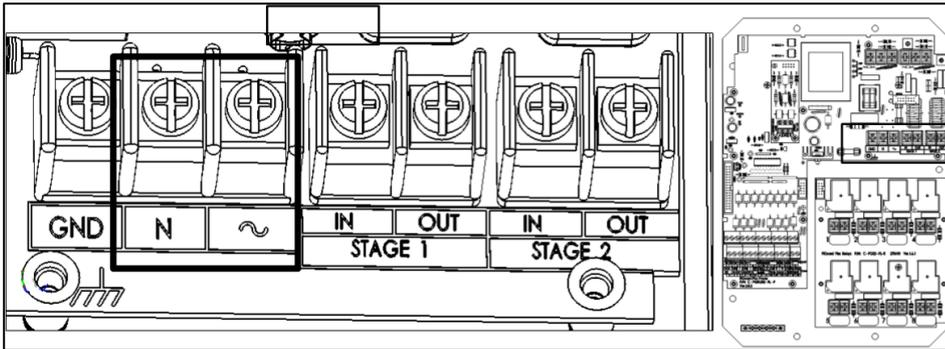

Figura 4: Puertos de voltaje de entrada
5. Usando el voltímetro, ponga las puntas en \sim y **N** (Figura 4). El voltímetro mostrará el voltaje de entrada de la Pig Guard Plus.